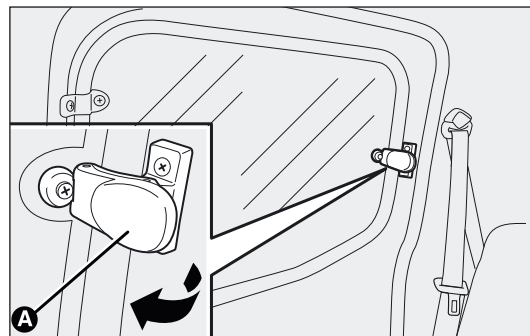

fig. 71
UITZETBARE ZIJRUITEN ACHTER (uitvoeringen Doblò/Doblò Combi) fig. 71
- ☐ druk de hendel A-fig. 71 naar buiten totdat de ruit geheel geopend is;